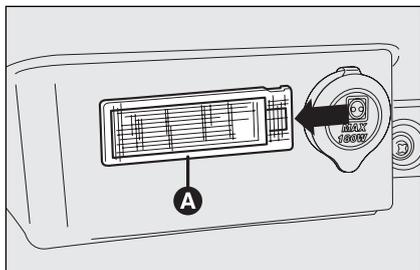

fig. 52
- estrarre la plafoniera **A-fig. 52** facendo leva nel punto indicato dalla freccia.
- rimontare la plafoniera **A-fig. 52** inserendola nella sua corretta posizione prima da un lato e quindi premendo sull'altro lato fino ad avvertire lo scatto di bloccaggio.